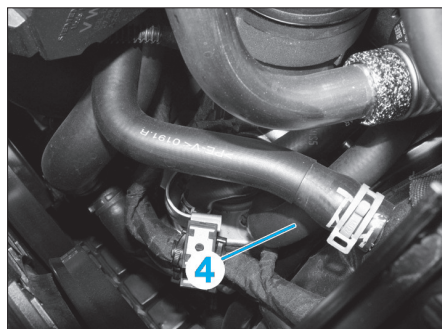

Fig. 21
- Débrancher la durit supérieure (4) sur l'échangeur thermique eau/huile moteur (Fig.21).